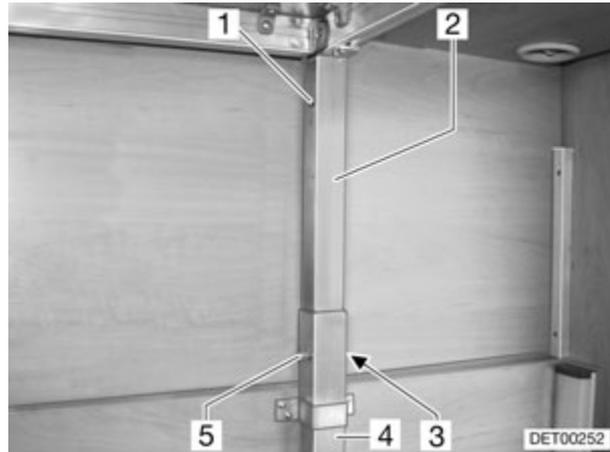

Fig. 80 Lit arrière, escamotable mécaniquement
- Dévisser les écrous (Fig. 80,5) aux quatre points de logement (Fig. 80,4).
- Soulever légèrement le lit et retirer les vis (Fig. 80,3) des quatre points de logement.
- Soulever ou abaisser le lit sans qu'il se coince jusqu'à ce que les points de forage (Fig. 80,1) du support (Fig. 80,2) et du logement (Fig. 80,4) correspondent.